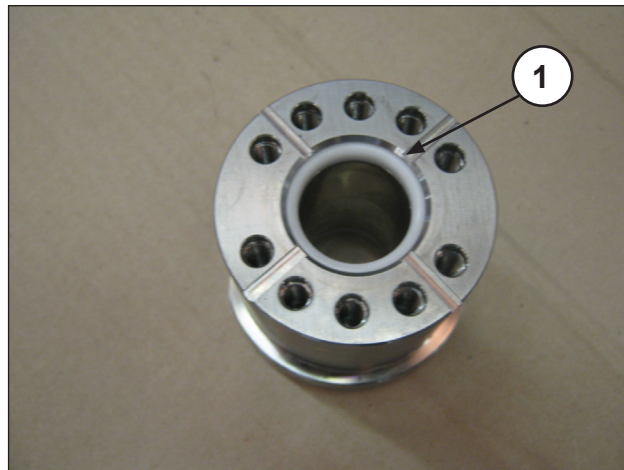

Fig. 37
- Introducir la junta de retención en la camisa (Fig. 37, pos. ①).